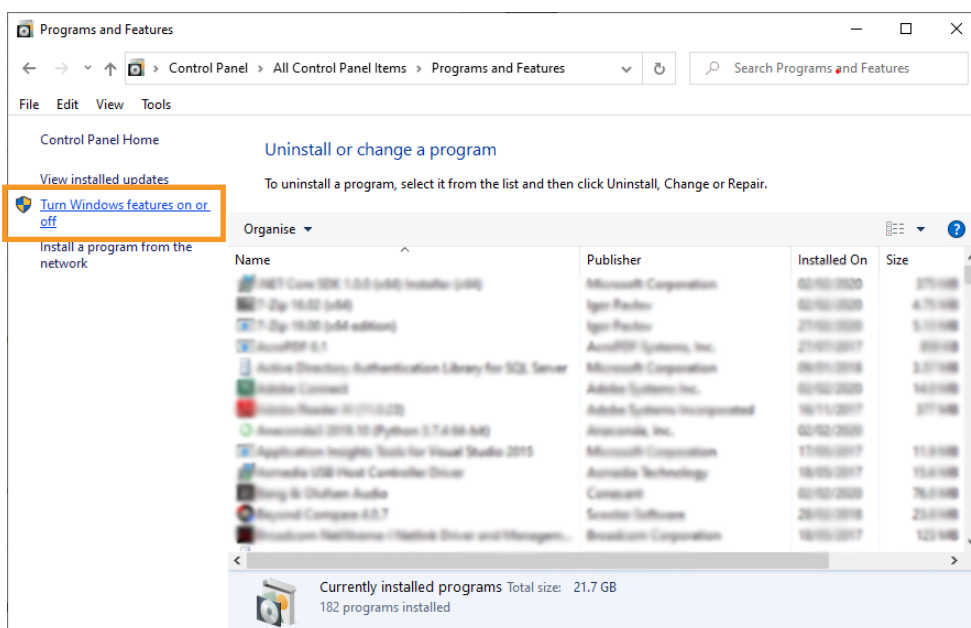

Figure 27 Sélectionnez Turn Windows features on or off (Activer ou désactiver des fonctionnalités Windows)
3. Sélectionnez **Turn Windows features on or off** (Activer ou désactiver des fonctionnalités Windows) (voir la Figure 27).